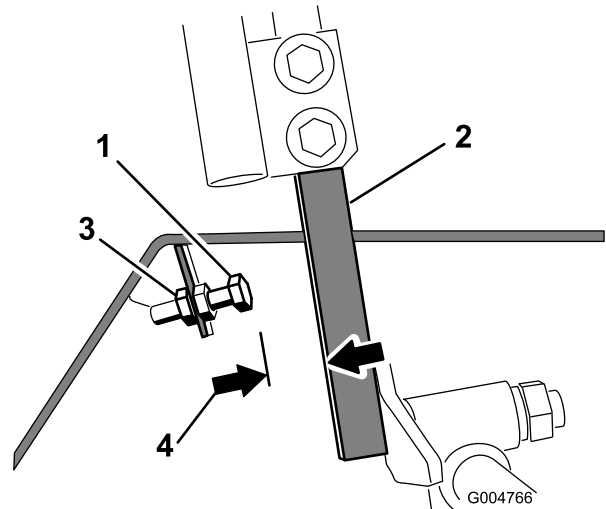

Bild 54
4. Lösen Sie die Klemmmutter an der Anschlagschraube für einen Fahrtriebshebel (Bild 54).